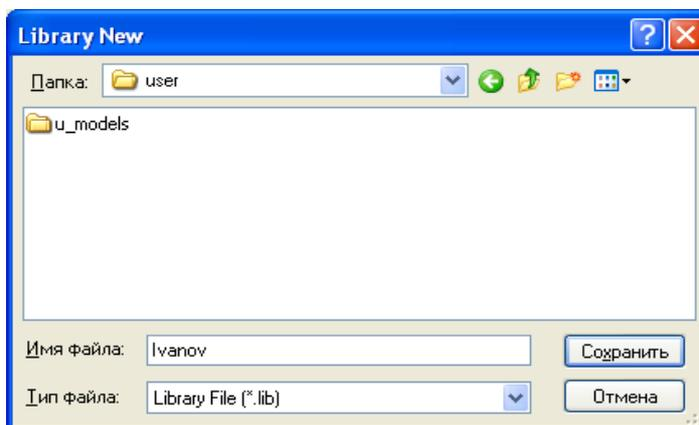

Рис. 3.3 – Диалоговое окно Library New (Новая библиотека)
- В окне Library New выбирается нужный каталог (например, **D:\Program Files\P-CAD\Lib\User**) и задается имя создаваемой библиотеки **Ivanov.lib** (см. рис. 3.3).